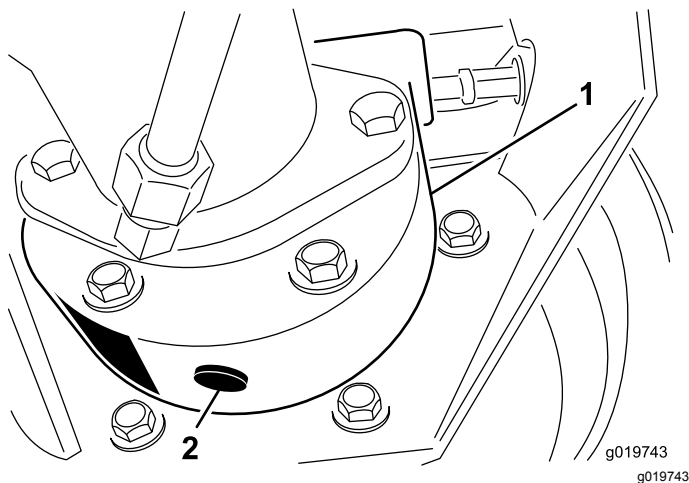

Figura 44
3. Coloque o recipiente de escoamento por baixo da caixa do travão, retire o tampão e deixe o óleo escorrer para o recipiente (Figura 44).